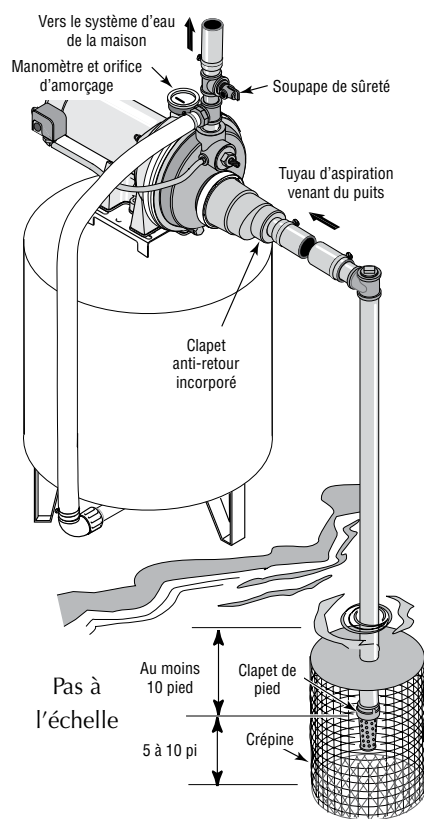

Figure 9 : Installation pour les eaux de surface
4. Assembler le clapet de pied et le tuyau d'aspiration (voir la Figure 9). S'assurer que le clapet de pied fonctionne librement. Utiliser du ruban d'étanchéité en PTFE pour filetage ou de la pâte pour raccords filetés à base de PTFE sur les raccords filetés. Poser une crépine autour du clapet de pied pour le protéger contre les poissons, les déchets, etc. (voir la Figure 9).
6. Poser le té d'amorçage, le bouchon d'amorçage et le tuyau d'aspiration sur la pompe (voir la Figure 9). Supporter le tuyau de façon qu'il ne soit pas cintré afin qu'il n'exerce pas de contraintes sur le corps de la pompe; de plus, il doit être légèrement incliné vers le haut, du puits jusqu'à la pompe (les points hauts risquent de causer des poches et des bouchons d'air dans la pompe). Rendre étanches les raccords du tuyau d'aspiration avec du ruban d'étanchéité en PTFE pour filetage ou une pâte pour raccords filetés à base de PTFE. Les raccords doivent être étanches à l'air et à l'eau. Si le tuyau d'aspiration aspire de l'air, la pompe ne pompera pas l'eau du puits.